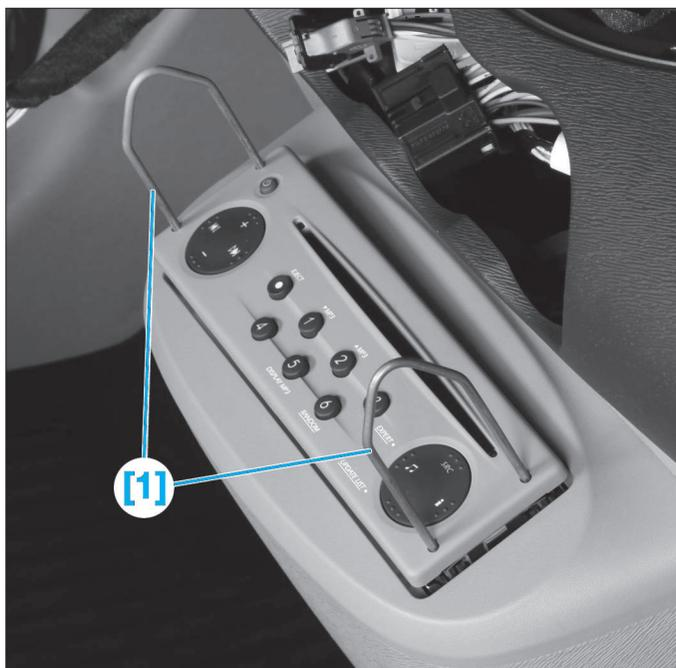

Fig. 29
- déposer l'autoradio à l'aide de l'outil [1] (Fig.29),